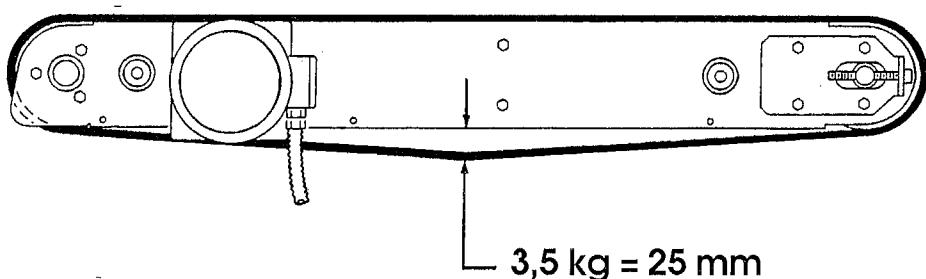

Figure 73
- 7 - Pour effectuer le réglage de la tension de la chaîne; tourner les vis de réglage **G** situées sur l'unité supérieure et inférieure. Tourner les vis dans le sens des aiguilles d'une montre pour augmenter la tension et dans le sens contraire aux aiguilles d'une montre pour diminuer la tension (Figure 72). A l'aide d'une force de traction de 3,5 kg, tirer la courroie vers l'avant d'environ 25 mm en milieu de travée comme indiqué. (voir Figure 73)
- 7 - Regel de spanning van de aandrijfriem, door de spanschroeven **G** op de spangroepen aan de onder- en bovenkant van de transportband gelijkmataig aan te draaien. In de richting van de wijzers van de klok draaien, om de spanning te verhogen, of in de tegenovergestelde richting om de spanning te verminderen (zie Figure 72). Met behulp van een krachtmeter wordt de transportband op het midden van de spanwijsde ongeveer 25mm naar buiten getrokken, met een gematigde trekkracht van 3,5 kg; zie Figure 73).